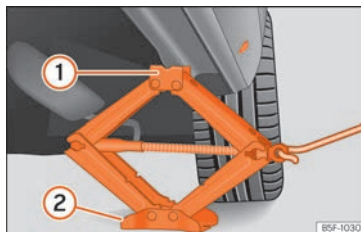

Abb. 79 Längsholm: Wagenheber ansetzen.
- Drehen Sie den Wagenheber* unter dem Aufnahmepunkt des Längsträgers so weit hoch, bis sich die Nase ① » » Abb. 79 unter der vorgesehenen Einführung befindet.
- Richten Sie den Wagenheber* so aus, dass sein Aufnahmehorn ① in die dafür vorgesehene Aufnahme am Längsträger „greift“ und die bewegliche Grundplatte ② plan auf dem Boden aufliegt. Die Bodenplatte ② muss sich dabei senkrecht unter dem Aufnahmepunkt ① befinden.